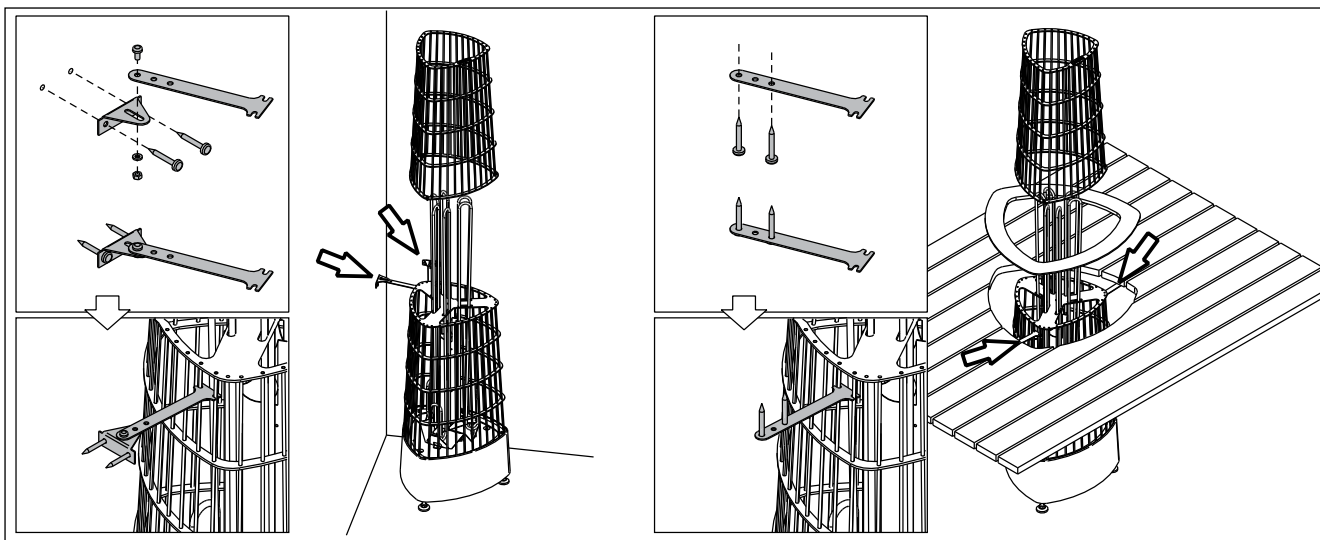

Рисунок 11. Установка нагревателя с помощью крепежных наборов
3. Чтобы прикрепить нагреватель к каркасу сауны, используйте крепежные наборы (2 шт.). На рис. 11 приведены примеры использования крепежных наборов. **Внимание! Крепление нагревателя с верхней части стального каркаса может затруднить складывание камней и техническое обслуживание.**